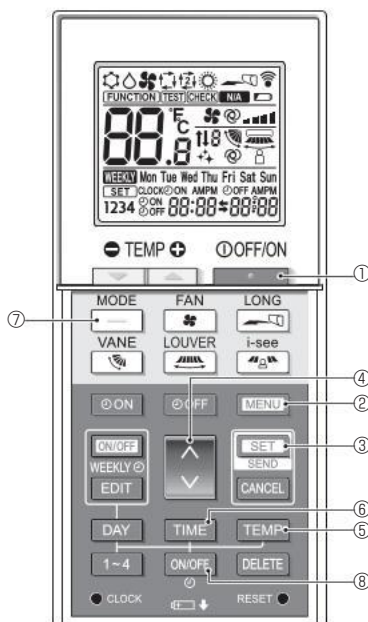

Fig. 7-9
1. Druk op de toets **STOP** (1) om de airconditioner te stoppen.
2. Druk op de toets **MENU** (2). Het functie-instellingsscherm wordt weergegeven en het functienummer (A) knippert. (Fig. 7-9)